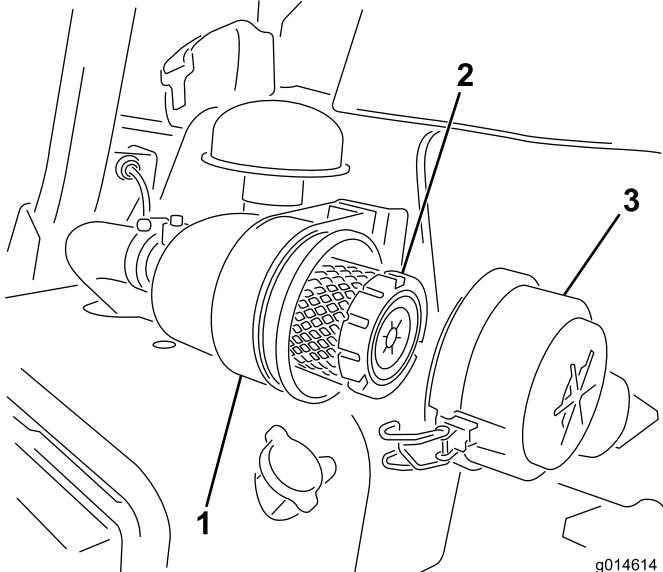

Figure 41
1. Desserrez les fixations qui maintiennent le couvercle sur le corps du filtre à air (Figure 41).
6. Fermez les verrous (Figure 41).